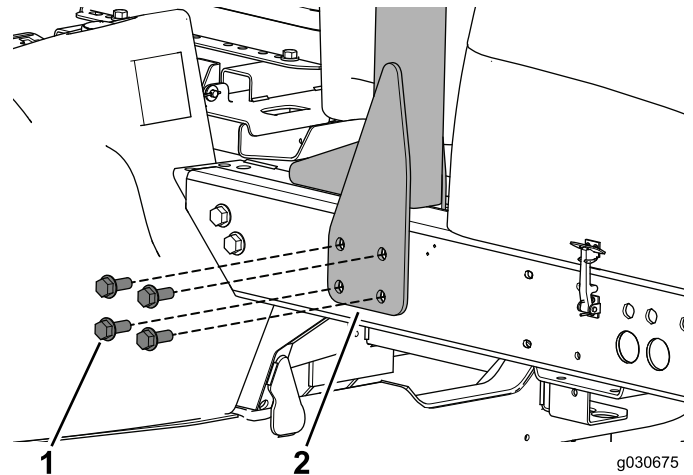

Bild 6
1. Entfernen und bewahren Sie die Schrauben auf, mit denen der Überrollschutz an der linken Seite der Maschine befestigt ist (Bild 6).